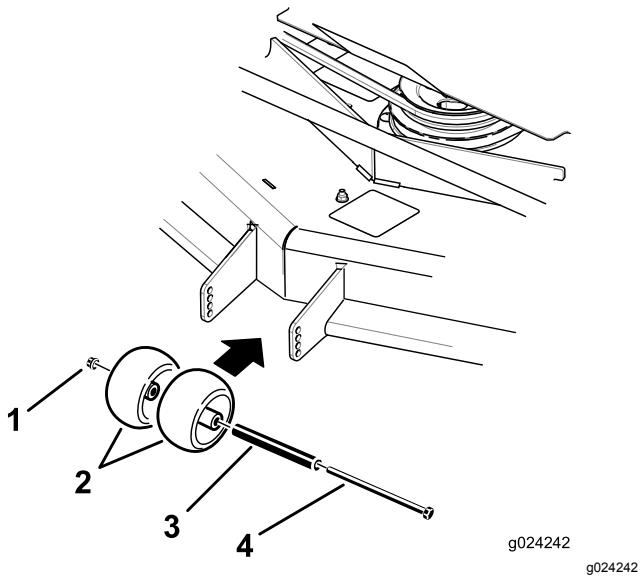
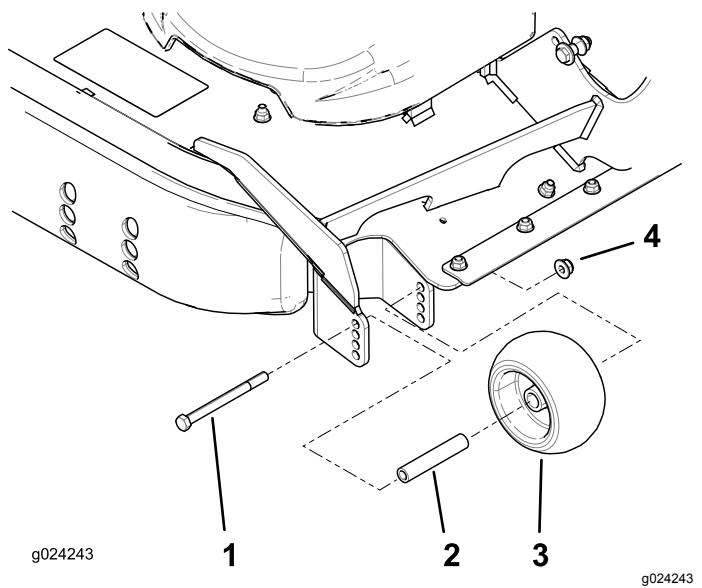

Figura 34
Figura 35
3. Remova os rolos antidanos como se mostra na Figura 34 e na Figura 35.